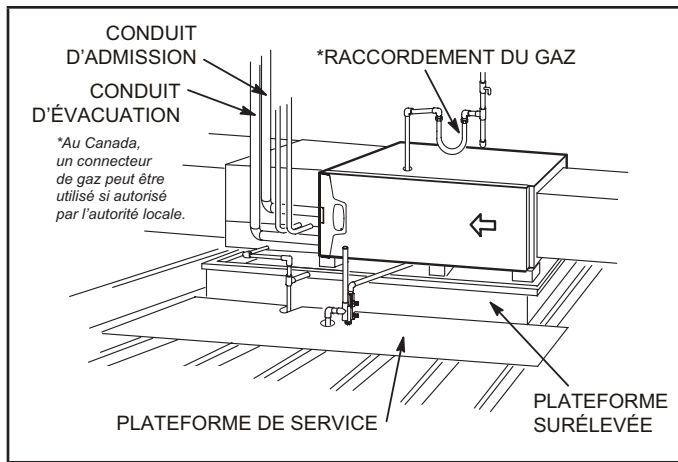

FIGURE 19
- 2 - Construire une plateforme surélevée en bois et la recouvrir d'un panneau de contreplaqué. Si l'unité est installée au-dessus d'un espace fini, fabriquer une cuvette de drainage auxiliaire et l'installer sous l'unité. Installer l'unité dans la cuvette comme illustré à la FIGURE 19. Prévoir un dégagement de 8 po en dessous de l'appareil pour liège à condensat.